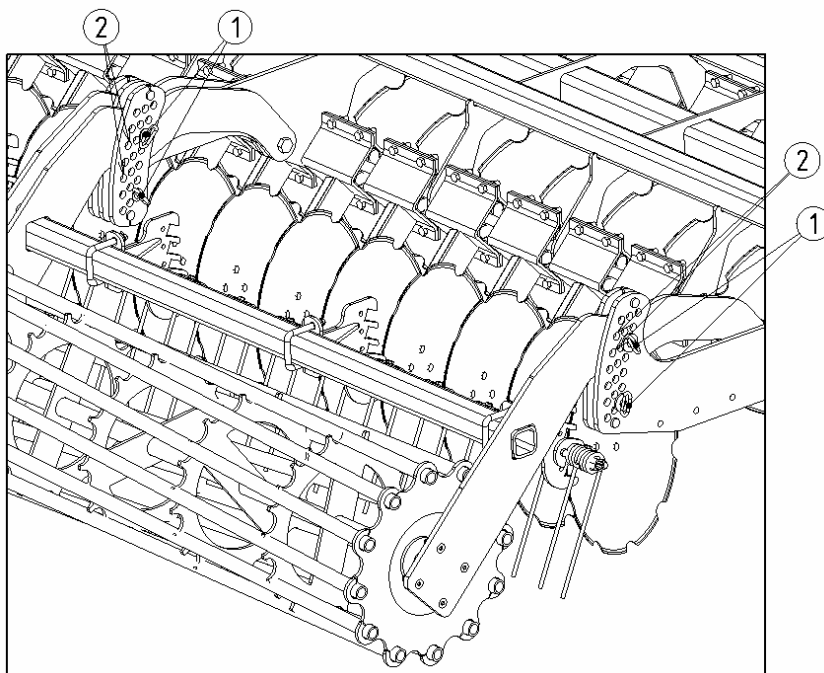

fig.9
- On peut également régler la profondeur de travail à l'aide des rouleaux AR (fig.9), on place les broches rep.1 dans différents trous rep.2.